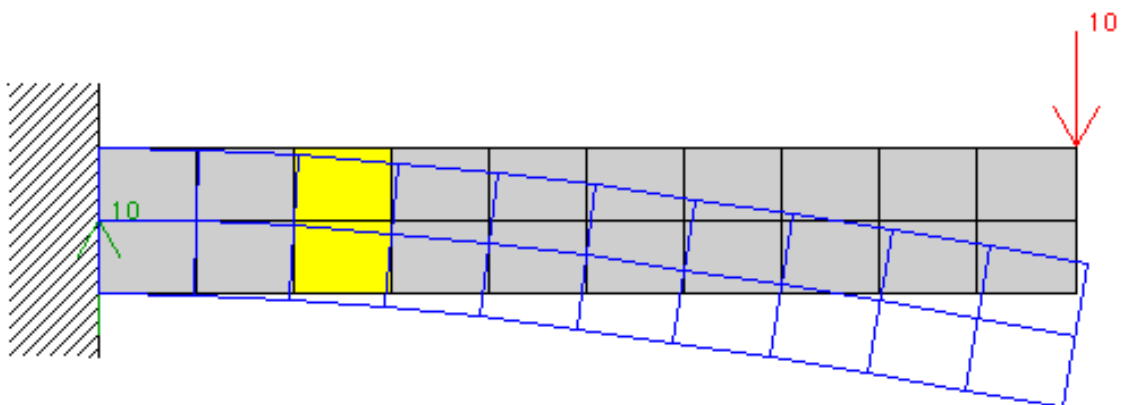

図 2.1.2 「梁の曲げ試験」初期画面
- (2) アドレス<http://archi2.ace.nitech.ac.jp/ichi2/> に接続し、「構造力学入門」のボタンを押す。さらに、「梁の曲げ試験」のボタンを押すと図2.1.2のような画面が現れる。図がたくさんあるが、まずは左上の図のみ注目されたい。梁の右端には10 Nの荷重が加わり、梁は下向きに曲がっている。なお、梁の根っこの10 Nの矢印は梁が壁から受ける反力であって、今の段階では気にしなくてよろしい。